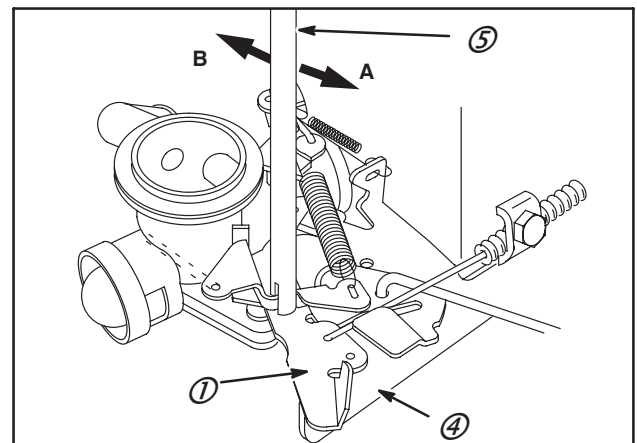

Fig. 7
4. Plier l'accrochage de ressort du régulateur primaire ("A" pour augmenter, "B" pour réduire) jusqu'à ce que le régime du moteur soit inférieur de 200 Tr / mn au régime maximum à vide (**ressort double**) ou égal au régime maximum à vide (**ressort simple**), Fig. 7.